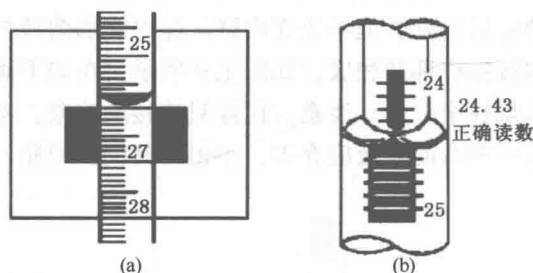

图 1.6 滴定管读数
① 读数时应将滴定管垂直，注入溶液或放出溶液后，需等待 1~2min 才能读数。
② 由于附着力和内聚力的作用，滴定管的液面呈弯月形。对于无色溶液或浅色溶液，应读弯月面下缘实线的最低点。为此，读数时视线应与弯月面下缘实线的最低点相切，即视线与弯月面下缘实线最低点在同一水平上。为了便于观察和读数，可在滴定管后衬一张“读数卡”，此卡可用黑纸或涂有黑色颜料的长方形(约 3cm×1.5cm)的纸板制成。读数时，把读数卡放在滴定管的背后，使黑色部分在弯月面下约 1cm 处，此时可看到弯月面的反射层全部成为黑色，然后读此黑色弯月面下缘的最低点，如图 1.6(a)；对于有色溶液，如 KMnO_4 、 I_2 溶液等，读数时视线应与液面两侧的最高点相切。若滴定管的背后有一条蓝线或带，无色溶液就形成了两个弯月面，并且相交于蓝线的中线上，读数时读此交点的刻度，如图 1.6(b)。